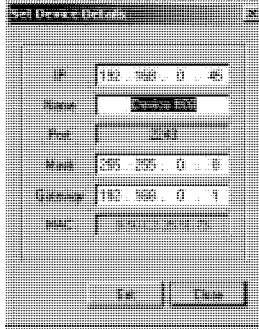

Рис. 20. Программа конфигурирования — окно настройки устройства
6. Чтобы изменить настройки под требования Вашей локальной сети, откройте меню Device и выберите пункт «Set Device Details» (задать параметры устройства). Появится окно Set Device Details. Введите новые значения настроек, после изменения настроек нажмите кнопку Set (см. рис. 20).